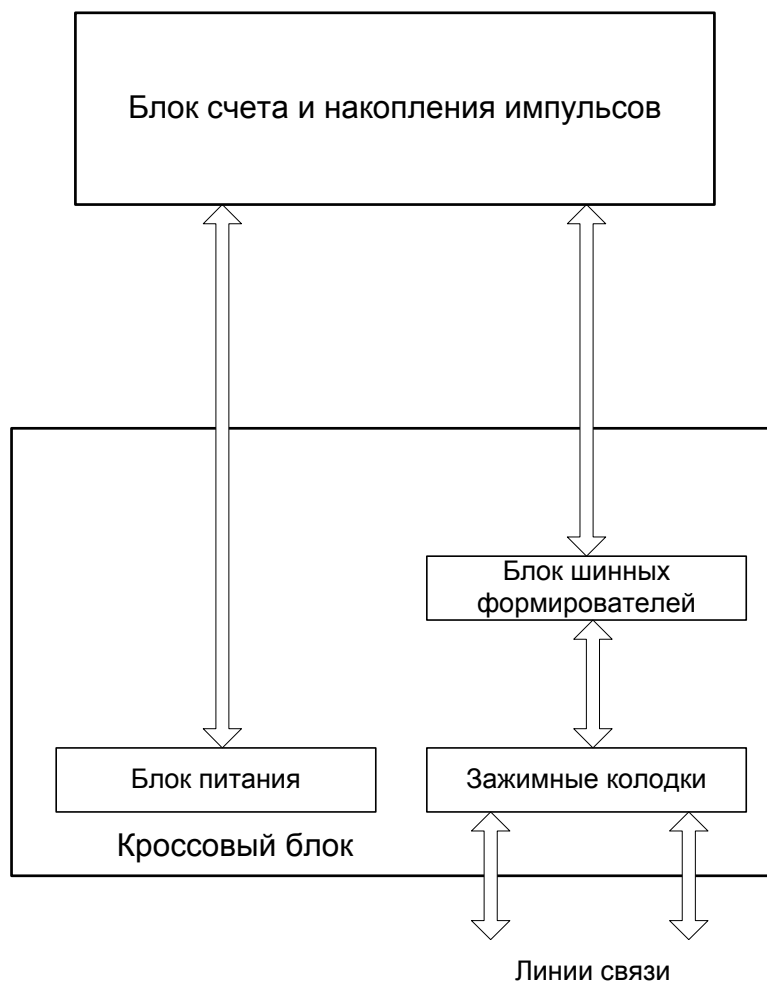

Рис. 4.1.
4.1 УСД представляет собой специализированный микропроцессорный контроллер, состоящий из блока счета и накопления импульсов, и кроссового блока. Структурная схема УСД представлена на рис.4.1.